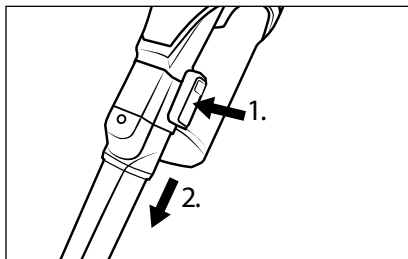

Fig. 15
- ◆ For at fjerne tilbehøret skal du trykke på oplåsningsknappen på tilbehøret og tage tilbehøret af sugerør **24** eller af produktets sugeåbning (se fig. 15).